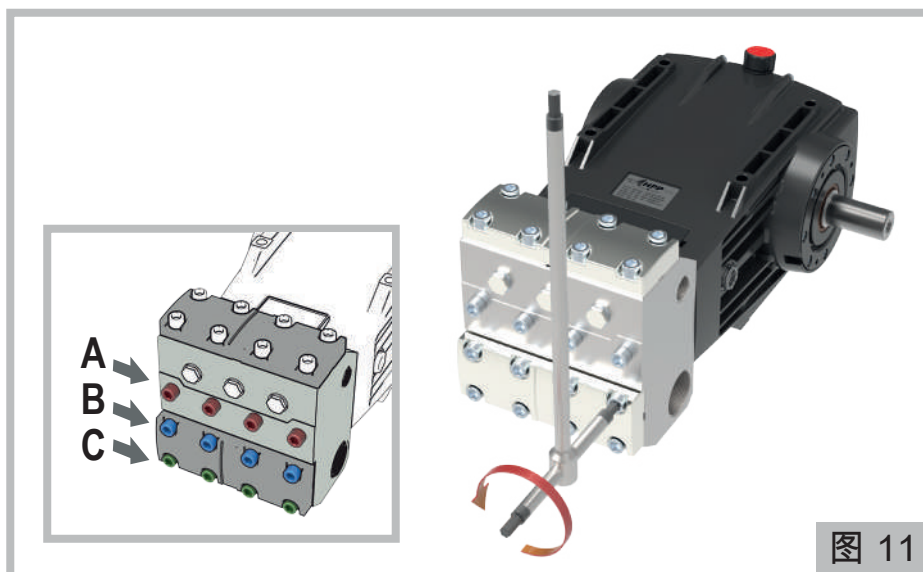

图 11
- a) 用12mm内六角扳手把4个螺丝C松开一圈，并完全拧下8个螺丝A和B（详见图11）。